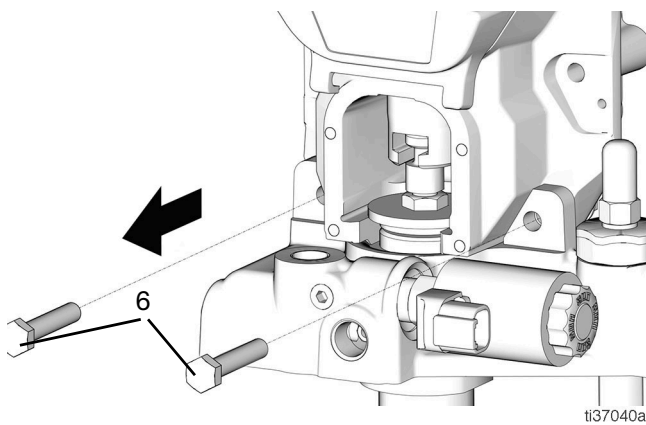

図 70
30. 2 つのボルト (6) と 2 つのナット (7) を取り除きます (図 70)。